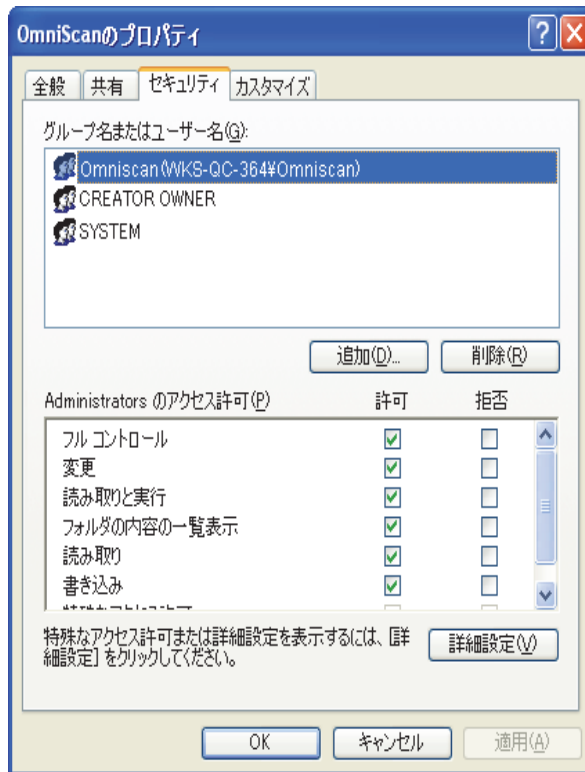

図 7-19 OmniScan ユーザーのアクセス許可
16. **OmniScan のプロパティ**ダイアログボックスの**セキュリティ**タブに戻ります (230 ページの図 7-19 参照) :